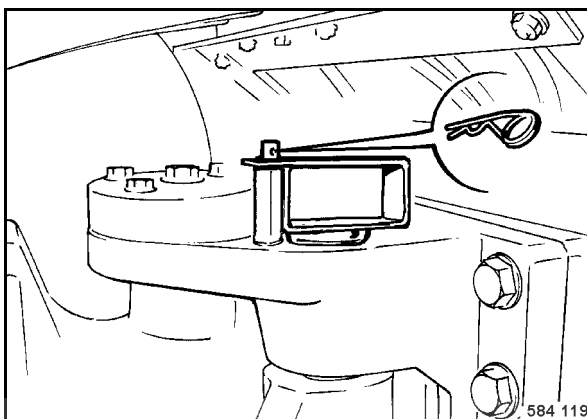

fig. 69
- Enclencher la sécurité d'articulation puis l'assurer avec l'agrafe (fig. 69).